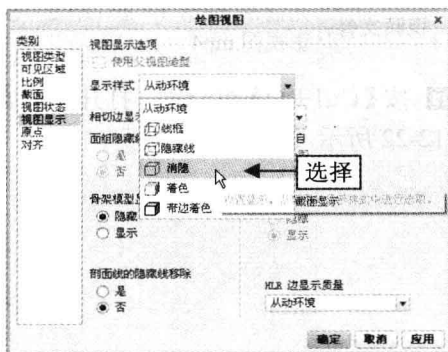

图 12-25 选择“消隐”选项
Step 04 弹出“绘图视图”对话框,在“类别”列表框中选择“视图显示”选项,单击“显示样式”右侧的下拉按钮,在弹出的下拉列表中选择“消隐”选项,如图 12-25 所示。